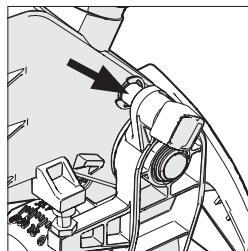

Fig. 16
- Accertarsi che la testa da taglio sia nella posizione di blocco bassa con il perno di bloccaggio completamente inserito nel proprio alloggiamento (**vedere Fig. 16**).
- Accertarsi che la testa da taglio sia nella posizione di blocco bassa con il perno di bloccaggio completamente inserito nel proprio alloggiamento (**Fig. 16**).
- Estrarre il perno di bloccaggio della testa (Fig. 16) permettendole di sollevarsi nella propria posizione elevata.